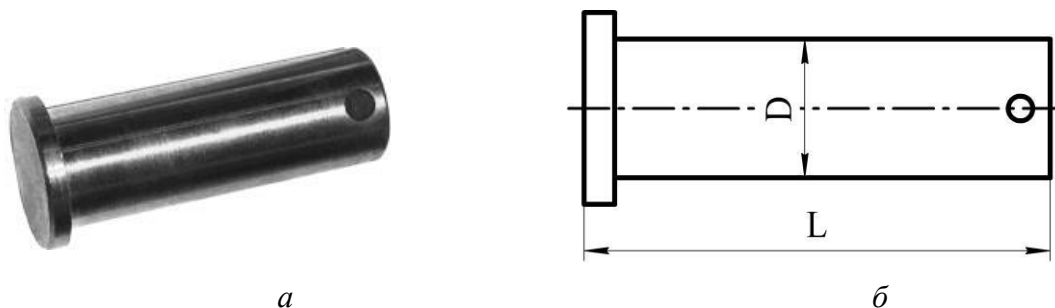

Рис. 1.17. Колёсная ось тележки:
17. Пользуясь «Марочником сталей и сплавов», выбрать марку стали для изготовления колёсной оси тележки различной грузоподъёмности (рис.1.17). Производство тележек мелкосерийное.